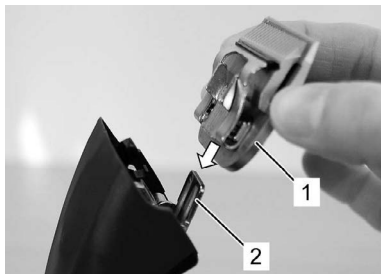

Fig. 15
6. Inserte el cabezal esquiladora deseado en la charnela de peine y levántelo por presión ligera hacia la esquiladora en marcha (fig. 15, 16, 17).